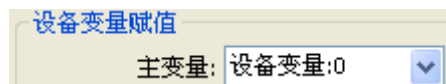

图 5.41 设备变量选择
- 选择“详细设计”->“设备变量赋值”->“设备变量赋值”对应“主变量”的下拉框，如图 5.41 所示：